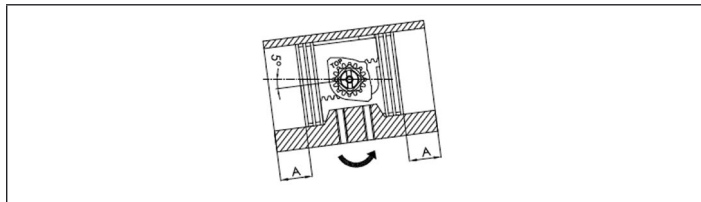

Bild 15: Maß A kontrollieren
- Bei vollständig zusammengefahrenen Kolben sicherstellen, dass die erreichte Drehung im Bezug zur Achse des Gehäuses etwas mehr als 0° beträgt und dass das Maß A auf beiden Seiten gleich ist (siehe *Bild 15*).